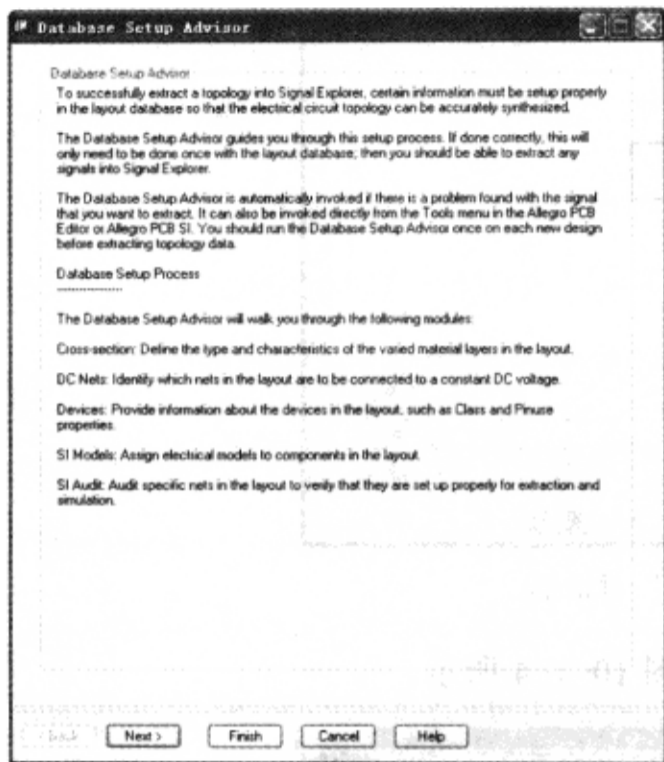

图 10-7-5 “Database Setup Advisor”窗口
(1) 在 Allegro PCB PI option XL 窗口中执行菜单命令“Tools”→“Setup Advisor”,弹出“Database Setup Advisor”窗口,如图 10-7-5 所示。